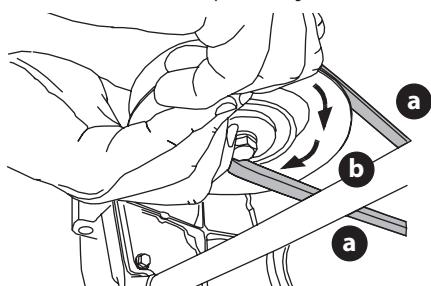

Figura 43
- d. Mientras sostiene la correa de la PTO (a) hacia abajo, siga girando la polea de la PTO (b) hasta que la correa de la PTO (a) se deslice fuera de la polea (b) (Figura 43).
- Tire del lado derecho de la correa de la PTO hacia atrás y coloque el lado V angosto de la correa de la PTO en la polea de la PTO (Figura 43 en la página 68).
- Mientras sostiene la correa y la polea de la PTO juntas, gire la polea de la PTO hacia la izquierda (Figura 43 en la página 68). Siga sosteniendo y rotando la polea de la PTO y la correa de la PTO hasta que la correa de la PTO se enrolle totalmente en la polea de la PTO.